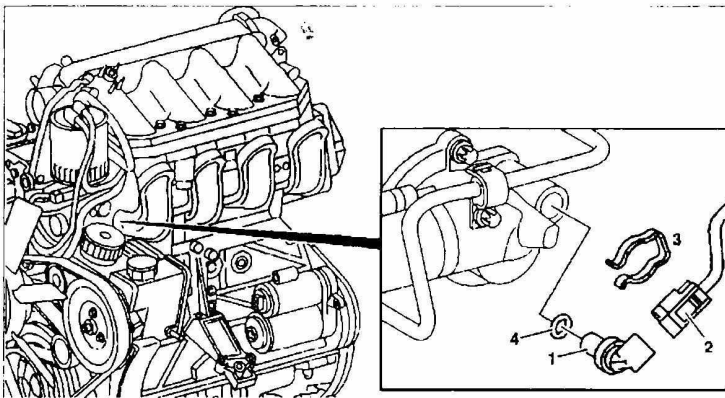

Рис. 47. Снятие и установка датчика температуры охлаждающей жидкости:
2. Отсоедините разъем проводки 2 от датчика температуры охлаждающей жидкости 1 (рис. 47).